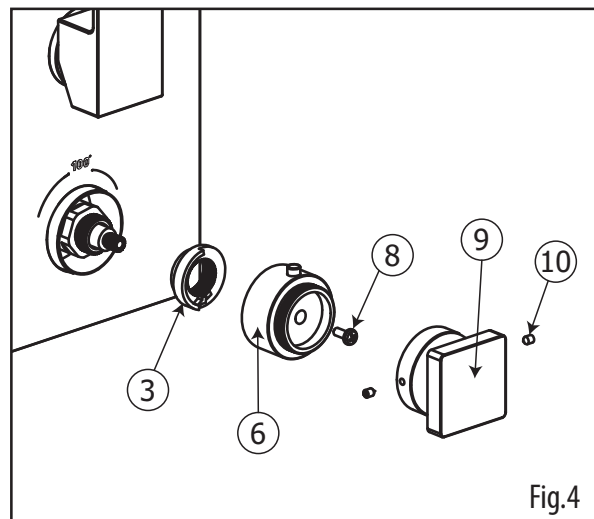

Fig.4
- Remove the handle (9), the thermo handle adapter (6) and the temperature limit stopper (3) as shown (fig.4).
- *Enlever la poignée (9), l'adaptateur (6) et le limiteur de température (3) tel qu'illustré (fig.4).*